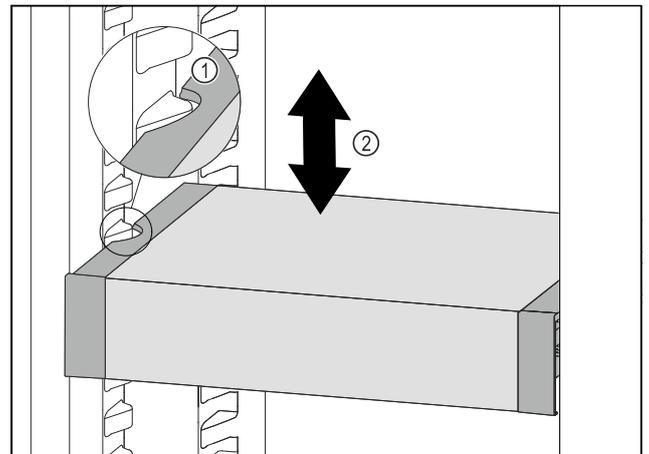

Fig. 84
- VarioSafe nach vorne ziehen, bis sich die seitlichen Aussparungen des VarioSafes auf Höhe der Behälterrippe im Kühlteil befinden. Fig. 84 (1)
- VarioSafe im Kühlteil nach oben oder unten bewegen, bis gewünschte Höhe erreicht ist. Fig. 84 (2)